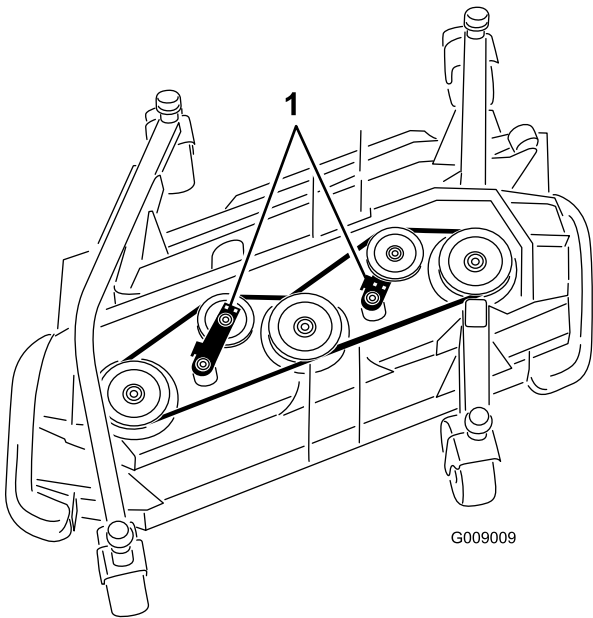

Figura 117
5. Con una leva a cricchetto o uno strumento simile, allontanate le pulegge tendicinghia dalla cinghia di trasmissione per allentare la tensione della cinghia e staccarla dalle pulegge (Figura 117).